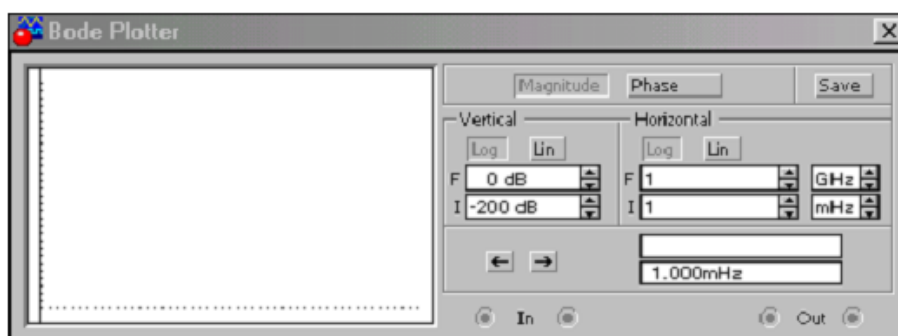

Рисунок 7.15 - Анализатор частотных характеристик.
4. **Bode Plotter** - анализатор частотных характеристик, рисунок 7.15, предназначен для измерения амплитудно-частотных в режиме **Magnitude** и фазо-частотных в режиме **Phase** характеристик цепей. Он измеряет отношение амплитуд и разность начальных фаз двух сигналов, подаваемых на входы **In** и **Out**. При этом частоты входного и выходного сигналов имеют одинаковые значения и задаются внутренним генератором, который входит в состав прибора **Bode Plotter**. Левые зажимы входа и выхода подключают к исследуемой цепи, а правые зажимы соединяют с общей точкой **Ground**. Кроме этого, к входу цепи должен быть подключен какой-либо источник переменного напряжения, при этом каких-либо настроек в этом источнике производить не нужно.